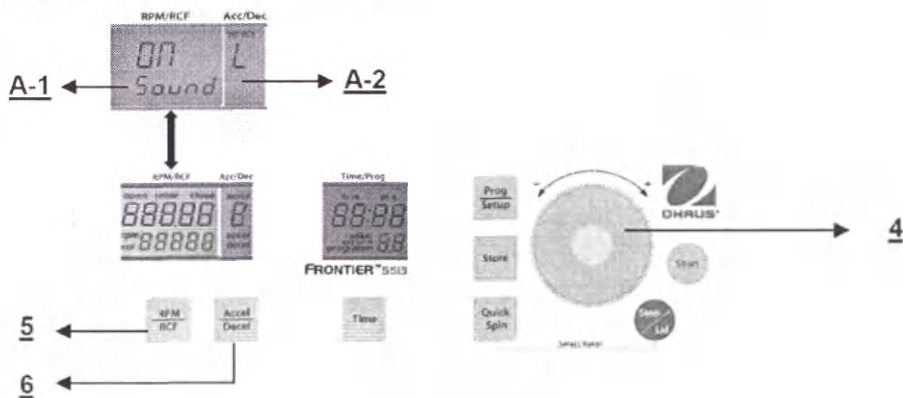

Рис. 30
Включите режим установки параметров, как указано в разделе 4.1.2, затем нажмите кнопку **Accel/Decel** (6). В поле **Acc/Dec (A-2)** будет мигать слово **Service**. С помощью сенсорного диска (4) выберите символ **L**. После этого в поле **RPM/RCF (A-1)** появится текст **On Sound**. Если нажать кнопку **RPM/RCF (A-1)**, слово **On** начнет мигать. После этого с помощью сенсорного диска (4) можно выключить звуковой сигнал (см. рис. 30).